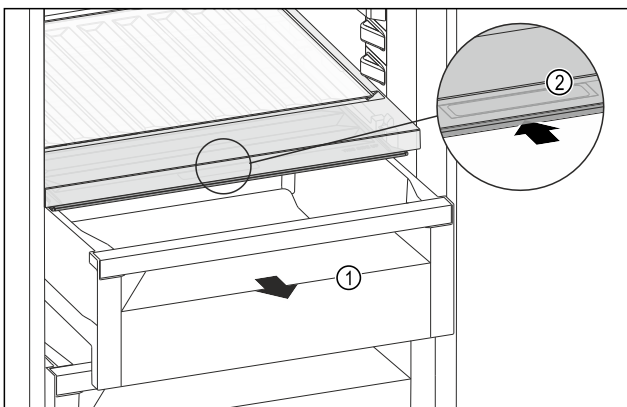

Fig. 128
- ▶ Извлеките выдвижной ящик Fig. 128 (1).
- ▶ Возьмитесь за утопленную ручку Fig. 128 (2) на крышке отделения и одновременно введите крышку отделения назад.